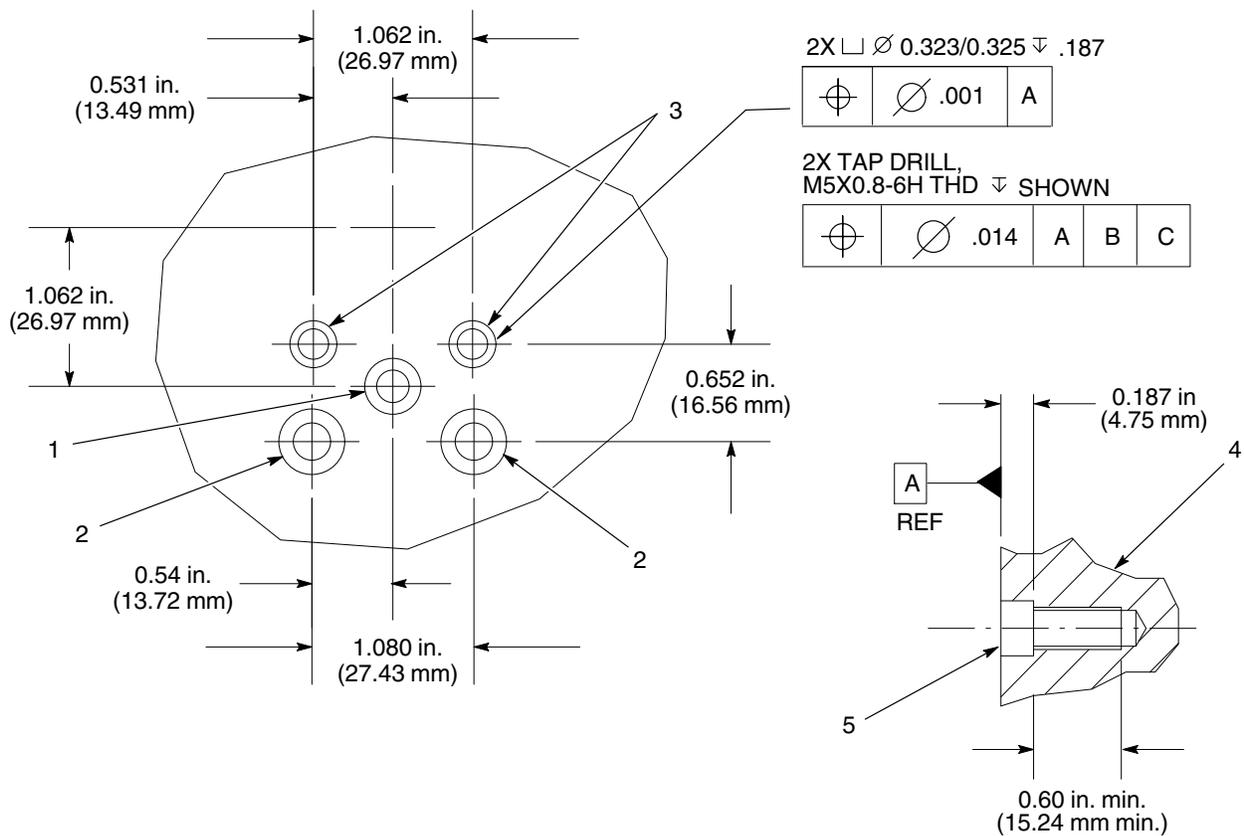

Figura 4 Dimensiones para el montaje en distribuidor
Ver la figura 4 para las especificaciones sobre cómo montar la válvula de aplicación en un distribuidor. Además de los orificios de montaje (3), taladrar también orificios para la entrada de material (1) y el acondicionamiento de la temperatura (2).